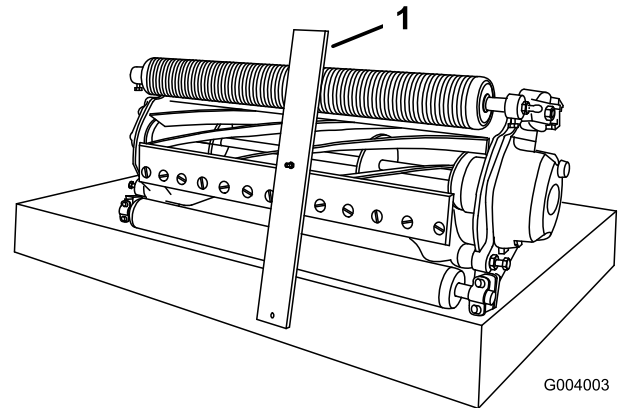

Figura 10
- Enganche la cabeza del tornillo sobre el filo de la contracuchilla y apoye el extremo trasero de la barra sobre el rodillo trasero (Figura 10).